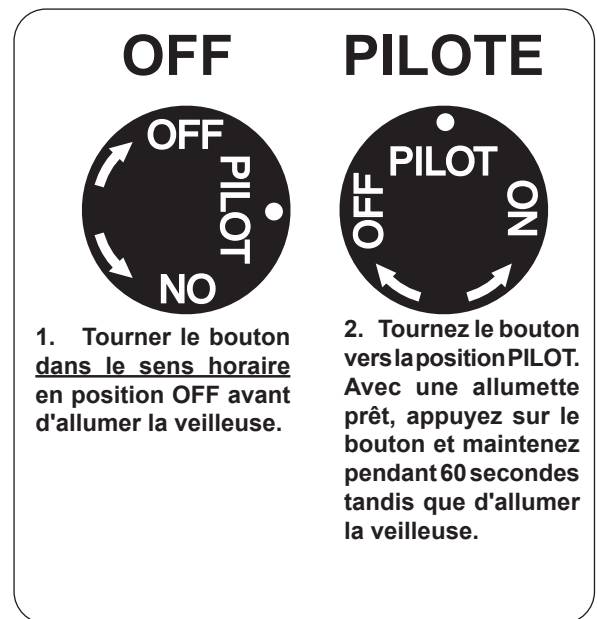

Fig. 22-1 Détail bouton de commande (OFF, PILOTE)
1. Localiser la vanne sur le côté de l'appareil. Appuyer sur le bouton légèrement de contrôle du gaz et tourner dans le sens horaire à **OFF** (Fig. 22-1).
2. Tournez le bouton de réglage dans le sens antihoraire pour **PILOTE** (Fig. 22-1). Appuyez sur le bouton de commande **fermement et pleinement** enfoncée. Mantenga partido largo chimenea o un encendedor cerca del termopar a encender el piloto. Continúe a tenir le bouton de commande pendant environ 60 secondes après que le pilote est allumé, puis relâchez le bouton. Le pilote reste allumé.